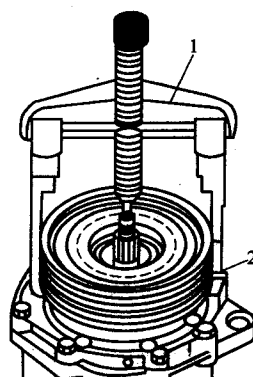

图 2-6 拉出多楔带轮
(3) 拉出多楔带轮。将通用二爪拉力器 1 装到台肩 2 上, 拉出皮带轮, 如图 2-6 所示。